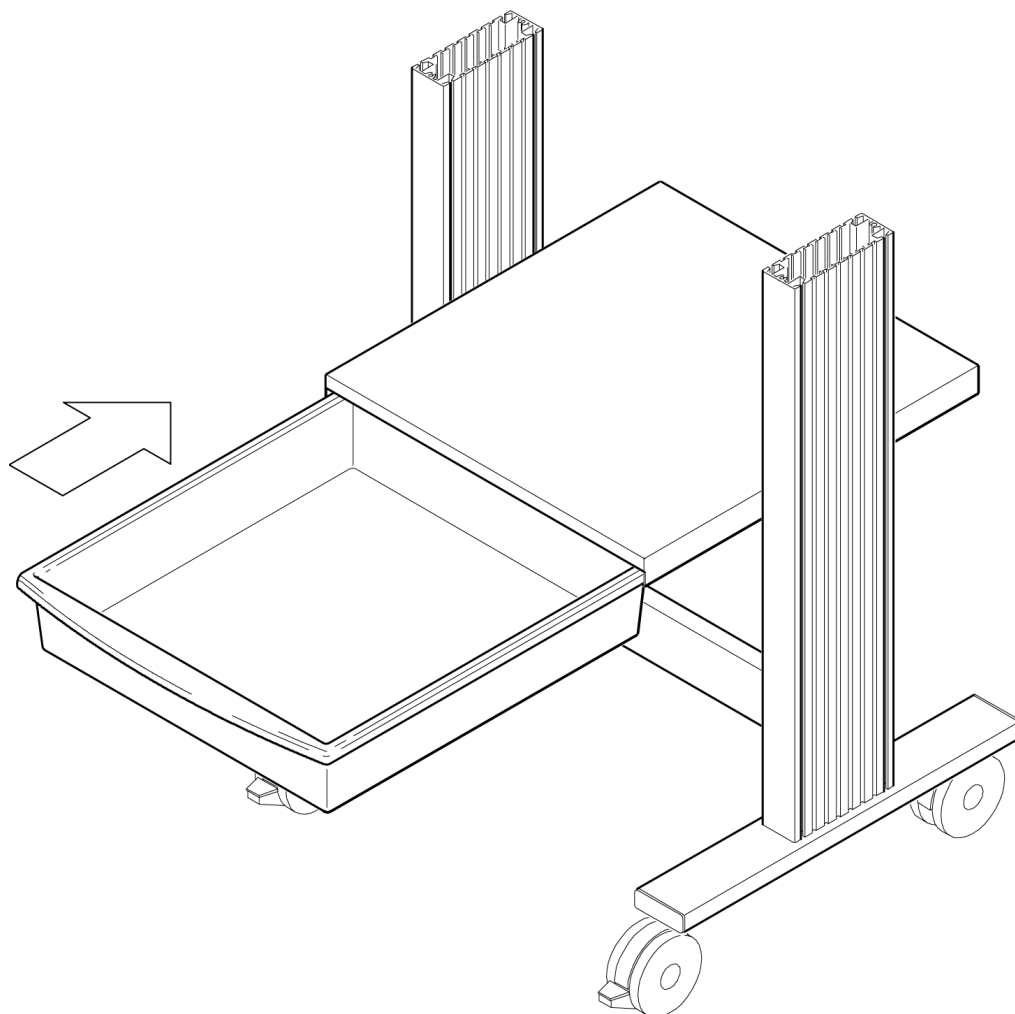

図 8: 引出しの取り付け
3. 図 8 に示す位置まで棚板を下にスライドさせます（棚板を止める位置は、脚部アセンブリの内側に薄くマーキングしてあります）。棚板をスライドさせるときに、塗装を傷つけないように、ゆっくりとおろしていきます。水準器を使って、棚板が水平であることを確認します。
5. 図8に示すように、引出しを棚板の下にスライドさせます。引出しの端が丸みを帯びた方が台車の前方向になります。引出しが止まるまで棚板の下にスライドさせます。